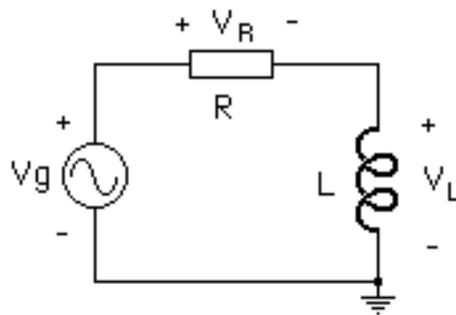

Figura 2
- 13.- Para el circuito de la figura 2, utilizando los valores indicados en el Pre-laboratorio para los componentes del circuito, realice la simulación TRANSIENT con SPICE para observar en una gráfica las formas de onda de  $V_g$  y  $V_L$  y en otra gráfica las formas de onda  $V_L$  y  $V_R$ . Imprima los resultados o llévelos en un pen-drive para mostrarlos en el computador del laboratorio.